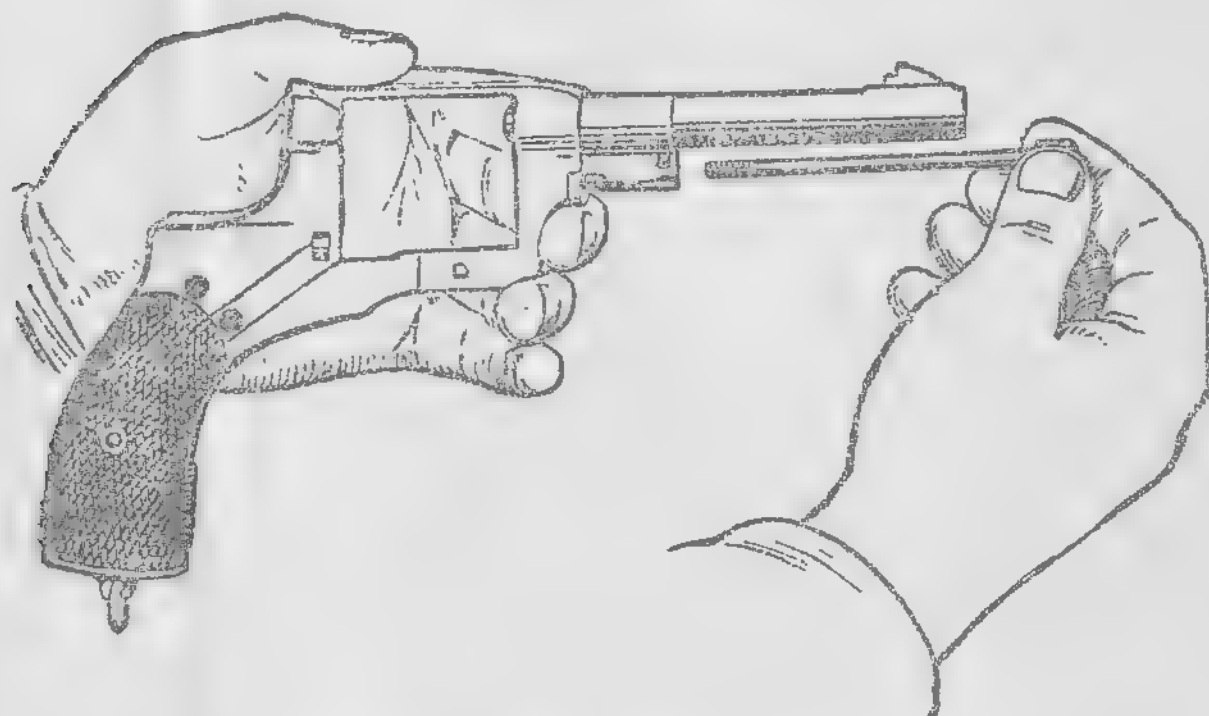

Рис. 41. Как отделить шомпол.
16) **отделить шомпол:** вывинтить винт шомпольной пружины, снять пружину и вынуть шомпол (рис. 41).